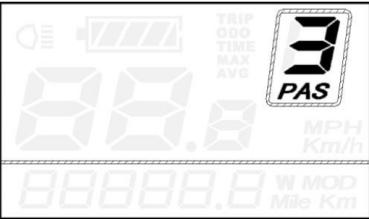

Figura 6 – Dispositivo di comando assistenza con le principali indicazioni.
Il sistema di assistenza è comandato mediante il controller con display, presente sul manubrio, in prossimità della manopola sinistra. In particolare l'assistenza è attivata o disattivata mediante il pulsante ON/OFF (Rif. B in Figura 6). Una volta attivato il sistema si ha l'accensione del display di gestione stesso, attraverso il quale è possibile vedere lo stato di attività del mezzo.
- 3- Tenere premuto il pulsante “-” (rif. C in Figura 6);